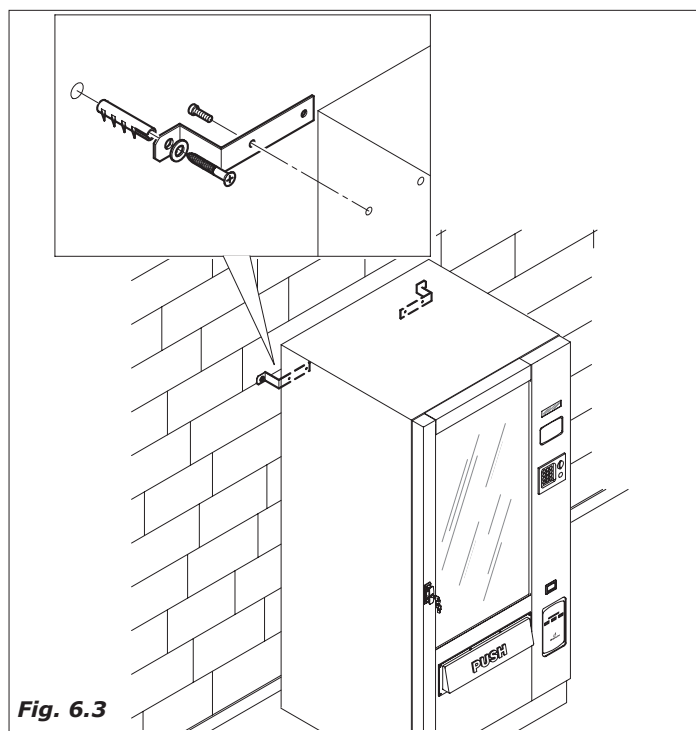

Fig. 6.3
- É bom fixar o distribuidor à parede utilizando os dois suportes em dotação. Fixá-los em primeiro lugar ao distribuidor (fig. 6.3) e depois à parede.